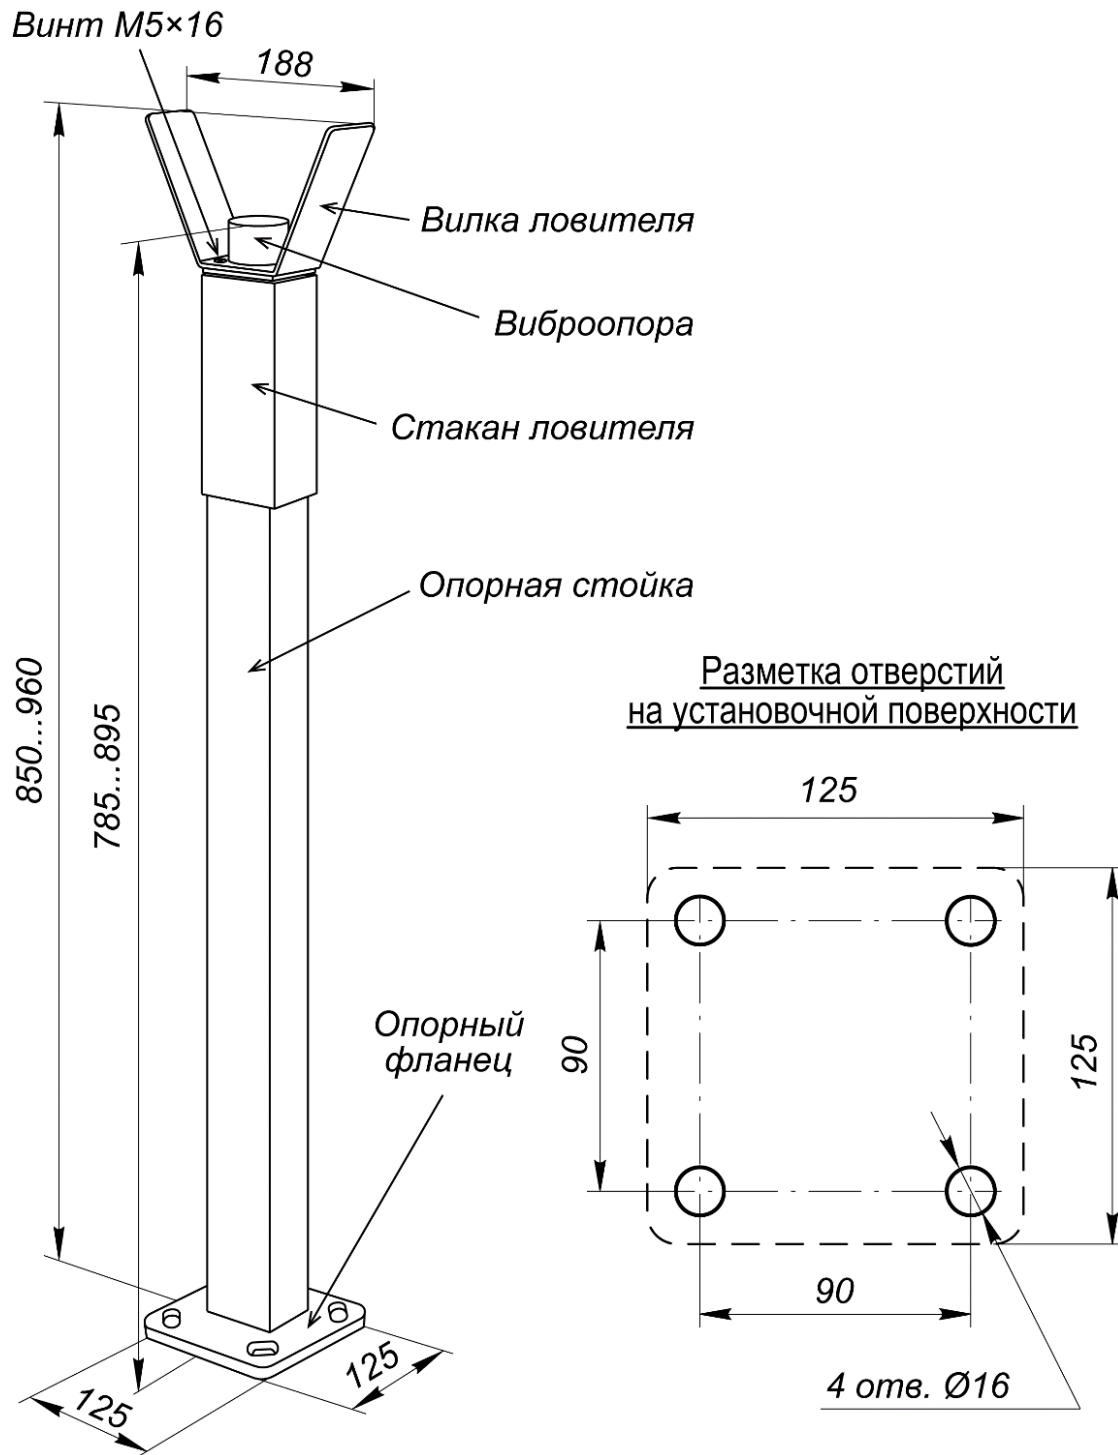

Рисунок 20. Внешний вид опорной стойки с ловителем стрелы **PERCo-GBS1**
При необходимости, а также при длине стрелы более 3 метров, устанавливается опорная стойка с ловителем стрелы **PERCo-GBS1** (входит в дополнительный комплект поставки). Опорная стойка **PERCo-GBS1** состоит из стойки прямоугольного сечения с опорным фланцем и ловителя стрелы (см. рис. 20).
1. Выполните в установочной поверхности отверстия в соответствии с разметкой (см. рис. 20). Ось опорной стойки должна совпадать с продольной осью стрелы шлагбаума (обращаем внимание, не с осью стойки шлагбаума!, см. рис. 8).